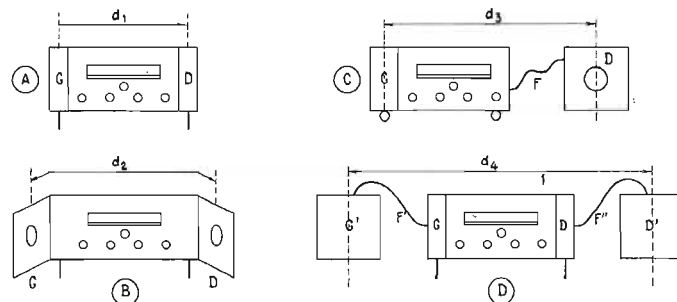

FIG. 9.
En (A) figure 9, on donne un exemple de meuble radio AM-FM et stéréo dans lequel tout est incorporé dans le meuble. Les parties électroniques sont logées dans le compartiment du milieu, tandis que les deux compartiments extrêmes G et D constituent des enceintes acoustiques de dimensions modestes. Ces enceintes contiennent, parfois, jusqu'à cinq haut-parleurs chacune, mais les dimensions des plus grands d'entre eux sont forcément
limitées. La distance  $d_1$  entre les deux haut-parleurs ou groupes de haut-parleurs est de l'ordre d'un mètre. En (B) figure 9, le meuble possède de chaque côté une enceinte acoustique attachée à celui-ci par une charnière.
Une autre solution est celle de (C) figure 9.